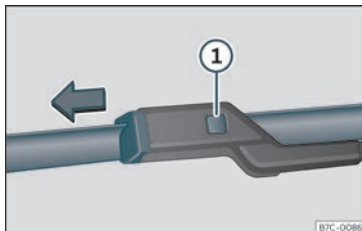

Fig. 37 Cambio das gomas do limpaparabrisas.
- Manteña premida a tecla de desbloqueo >>> **fig. 37** ❶ puxando levemente da goma no sentido da frecha.